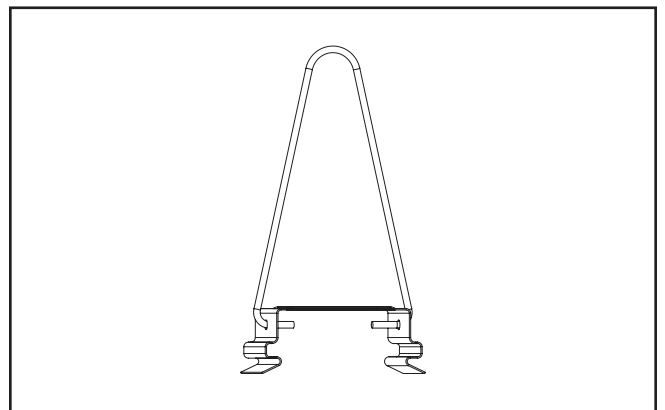

Figure 4.
5. Fixez le support en V sur chaque support de fixation en écartant les extrémités du support en V, puis en insérant les pattes dans les trous situés sur le côté des supports de fixation. (Figure 4)